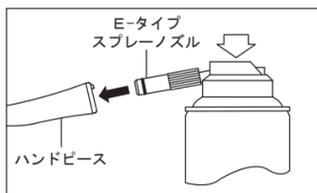

図9
- 2) スプレーノズルをハンドピース後部へ挿し込み、ハンドピースを押さえて、ハンドピース先端よりオイルが出るまで2~3秒のスプレーを2~3回繰り返します。注油は先端から異物等の汚れが出なくなるまで繰り返します(図9)。
- 3) 最後に、パナスプレープラス(図9)による注油を行います。